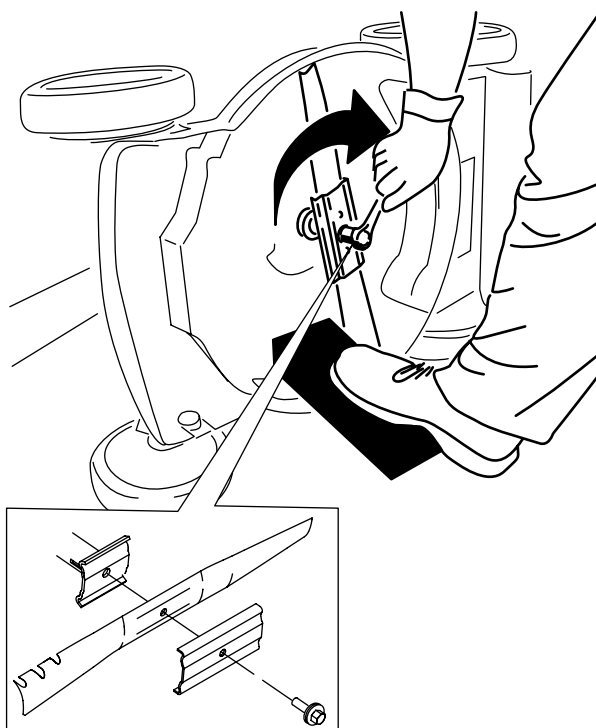

Figura 29
5. Montate la nuova lama usando la bulloneria di montaggio (Figura 29).